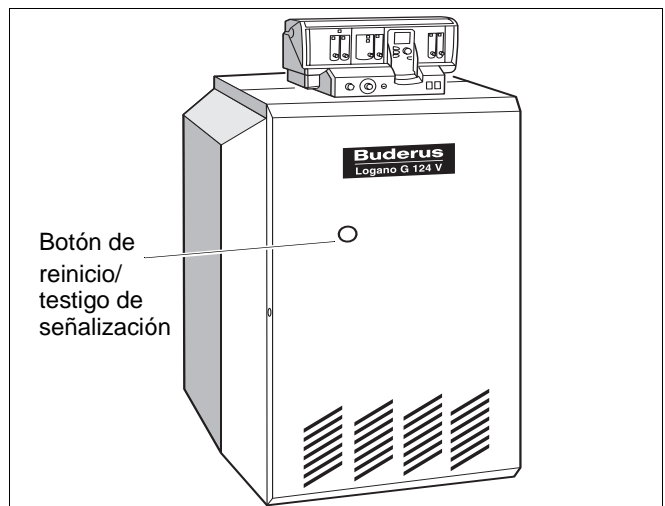

Fig. 5 Botón de reinicio
- Pulse el botón de reinicio si se enciende su testigo de señalización (Fig. 5).